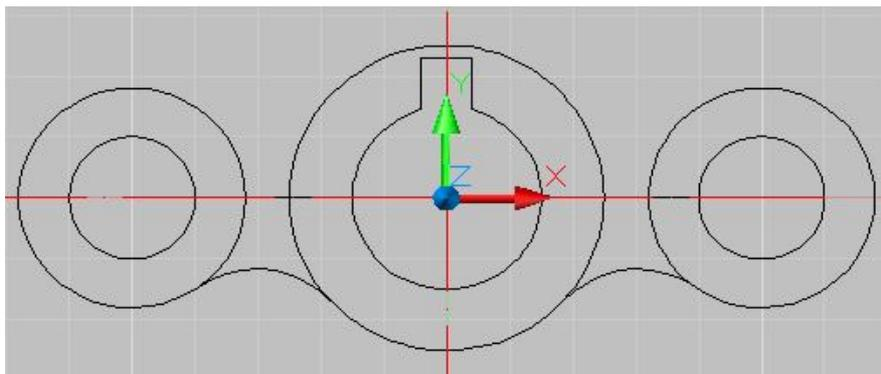

Рис. 6
9. Далее выполняем сопряжение окружностей. Выбираем команду , в боковом меню выбираем **Радиус**, затем в командной строке вводим значение радиуса **16**, для утверждения команды нажимаем **enter**, затем отмечаем две окружности, между которыми надо выполнить сопряжение. Аналогично делаем со второй стороны (см. рис. 6).